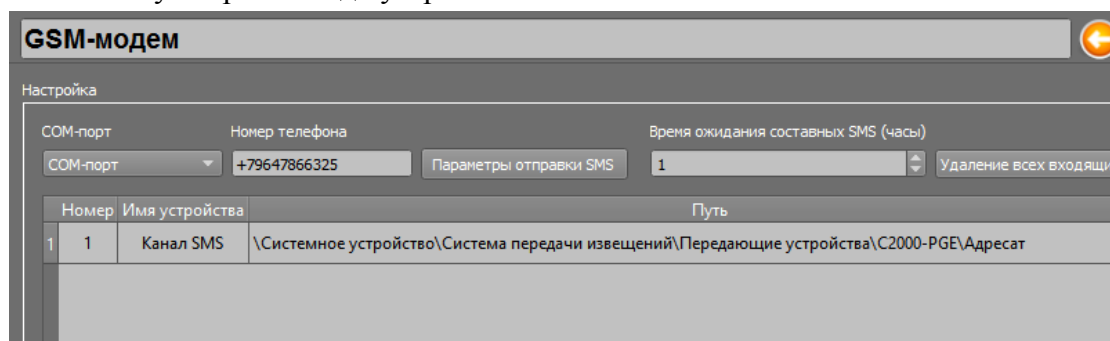

Рисунок 3-55. Привязанный канал «С2000-PGE» в GSM-модеме
5. В настройках модема укажите номер телефона SIM карты установленной в модем, в параметре «Время ожидания составных SMS» укажите значение – 1 час (Рисунок 3-55). При необходимости укажите количество попыток отправки SMS команд и паузы между отправками.